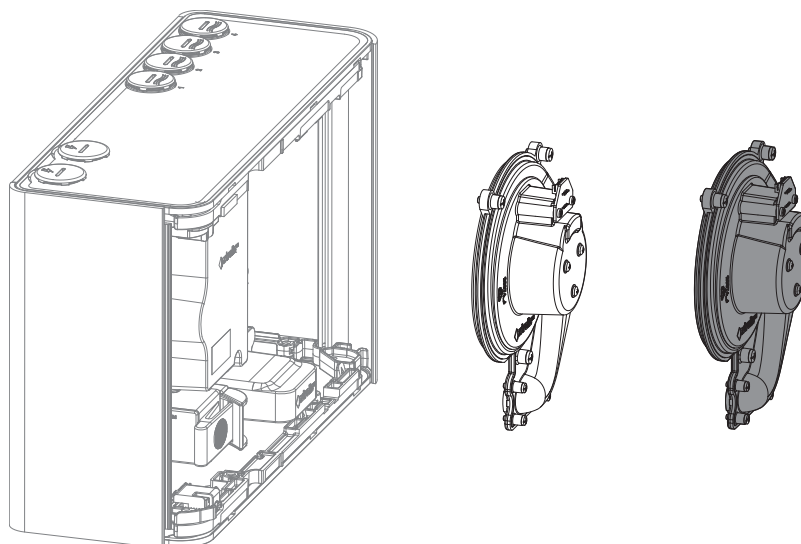

Рис. 7-12: Выньте aspirator из извещателя
5. Извлеките aspirатор перпендикулярно корпусу извещателя (Рис. 7-12).